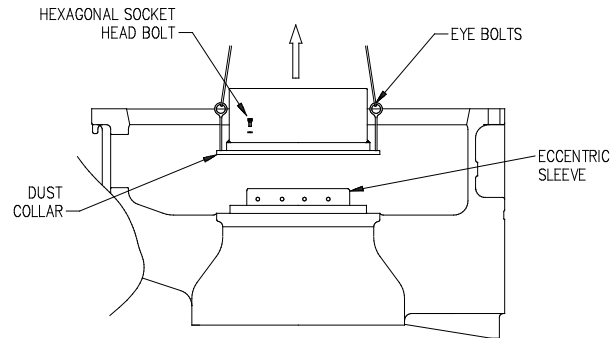

Fig. 6.7.1
2. Remove the dust collar. (Fig. 6.7.1)